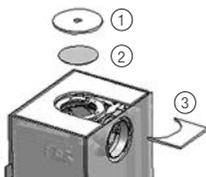

Abb. 2a
Entnehmen Sie im ersten Schritt den Verschlussdeckel oben, indem sie ihn nach vorne wegziehen. Entnehmen Sie dann den Blinddeckel mit Hilfe der eingelassenen Öffnung nach oben. Demontieren Sie das innere Abdeckblech, indem Sie die beiden Schrauben lösen (Abb. 2a).
1. Nehmen Sie die 3 Verkleidungsteile oben in folgender Reihenfolge ab (Abb. 2a):